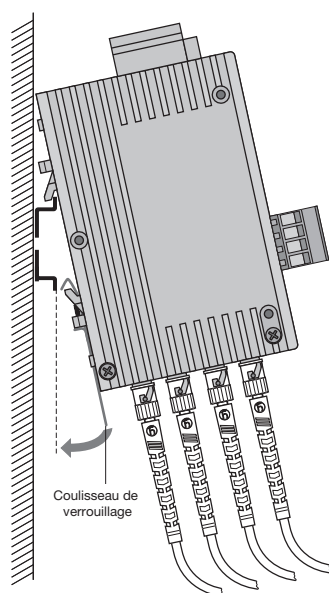

Fig. 6: Montage de l'interface sur un rail profilé
- ▶ Suspendre le crochet de verrouillage supérieur de l'interface dans le rail profilé et presser la partie inférieure du rail, comme indiqué dans la figure 6, jusqu'à ce qu'il soit encliqueté.